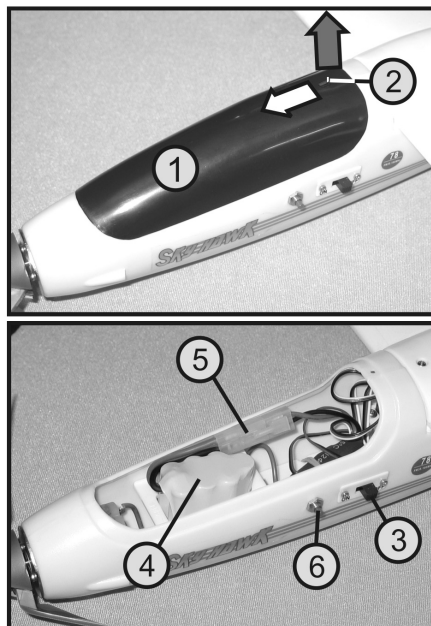

Figure 10
Mettez ensuite l'émetteur en service et allumez ensuite l'installation de réception du modèle à l'aide du commutateur de fonctionnement (voir figure 10, pos. 3).
→ Le moteur d'entraînement n'est pas encore en ordre de marche après avoir allumé l'installation de réception. Le moteur ne peut démarrer que lorsque le commutateur de sécurité (voir figure 10, pos. 6) a été enfoncé et que l'installation de réception est mise en marche.
Avant d'actionner le bouton de sécurité sur le modèle (voir figure 10, pos. 6), assurez-vous que le levier de commande pour la fonction du moteur se trouve dans la position la plus basse « moteur éteint ».